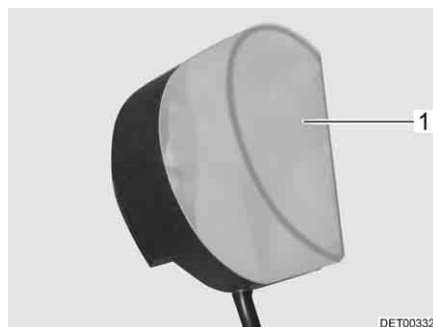

Fig. 188 Luci armadi guardaroba
- Comprimere leggermente e rimuovere la copertura della lampada (Fig. 188,1).